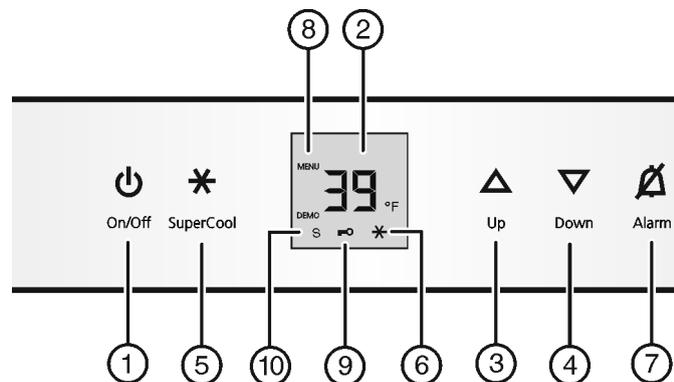

Fig. 3
- ▶ Pulse la tecla On/Off Fig. 3 (1).
- ▶ Activación del modo de ajuste: pulse la tecla SuperCool Fig. 3 (5) durante 5 seg. aproximadamente.
- ▷ La tecla SuperCool Fig. 3 (5) parpadea.
- ▶ Utilice la tecla de ajuste Up Fig. 3 (3) la tecla de ajuste Down Fig. 3 (4) para seleccionar °.
- ▶ Confirmación: Pulse la tecla SuperCool Fig. 3 (5) brevemente.
- ▶ Utilice la tecla de ajuste Up Fig. 3 (3) la tecla de ajuste Down Fig. 3 (4) para seleccionar °F o °C.
- ▶ Desactivación del modo de ajuste: Pulse la tecla On/Off Fig. 3 (1).
- ▶ Activar el modo de ajuste: pulse la tecla SuperCool Fig. 3 (5) durante aprox. 5 s.
- ▷ El símbolo de menú Fig. 3 (8) se ilumina.
- ▶ Utilice la tecla de ajuste Up Fig. 3 (3) y la tecla de ajuste Down Fig. 3 (4) para seleccionar c.
- ▶ Pulse brevemente la tecla SuperCool Fig. 3 (5) para confirmar.
- ▶ Para activar el bloqueo contra la manipulación por niños, pulse brevemente la tecla SuperCool Fig. 3 (5).
- ▷ El símbolo del bloqueo contra la manipulación por niños Fig. 3 (9) se ilumina. En el indicador parpadea c.
- ▶ Para desactivar el bloqueo contra la manipulación por niños, pulse brevemente la tecla SuperCool Fig. 3 (5).
- ▷ El símbolo del bloqueo contra la manipulación por niños Fig. 3 (9) se apaga. En el indicador parpadea c.
- ▶ Desactivar el modo de ajuste: pulse la tecla On/Off Fig. 3 (1).
- ▶ Pulse la tecla Alarm Fig. 3 (7).
► Activar el modo de ajuste: pulse la tecla SuperCool *Fig. 3 (5)* durante aprox. 5 s.
▷ El símbolo de menú *Fig. 3 (8)* se enciende.
► Para activar la función del modo de Sabbath: Pulse brevemente la tecla SuperCool *Fig. 3 (5)*. Cuando en el indicador aparece **5!**:
► **Para activar** el modo Sabbath, pulse brevemente la tecla SuperCool *Fig. 3 (5)*. Si en el indicador aparece **50**:
► **Para desactivar** el modo Sabbath, pulse brevemente la tecla SuperCool *Fig. 3 (5)*.
► Desactivar el modo de ajuste: pulse la tecla On/Off *Fig. 3 (1)*.
▷ En el indicador de temperatura aparece el símbolo del modo Sabbath *Fig. 3 (10)* mientras el modo Sabbath esté activo.